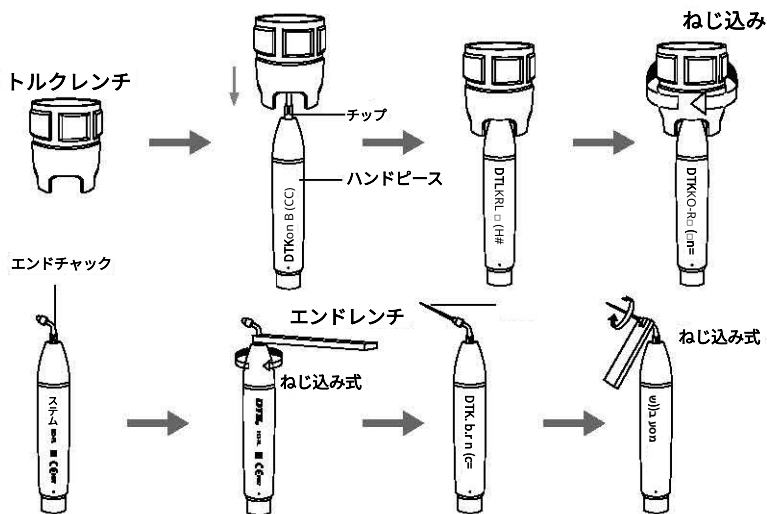

図5
1.4.5 レンチを使用してチップとエンドチャックを取り付ける方法の概略図を図5に示します。
i) 必要に応じて適切なスケーリングチップを選び、トルクレンチを使ってハンドピースにしっかりとねじ込みます (図5)。
2.1.3 トルクレンチの取扱説明（図5参照）
① 図5に示すように操作してください。
② チップの取り付け：ハンドピースを持ち、トルクレンチを使用して図5に示す方向にチップを回します。チップが停止したら、さらに2回転させると、チップの取り付けが完了します。
③ チップの取り外し：ハンドピースを保持し、レンチを反時計回りに回します。
④ 各治療終了後は、滅菌器で滅菌してください。
⑤ 再使用時の火傷を防ぐため、滅菌後はトルクレンチを自然冷却させてください。
⑥ トルクレンチは、涼しく乾燥した風通しの良い場所に保管し、清掃してください。
a) エンドレンチを使用して、エンドチャックをハンドピースに取り付けます（図5）。